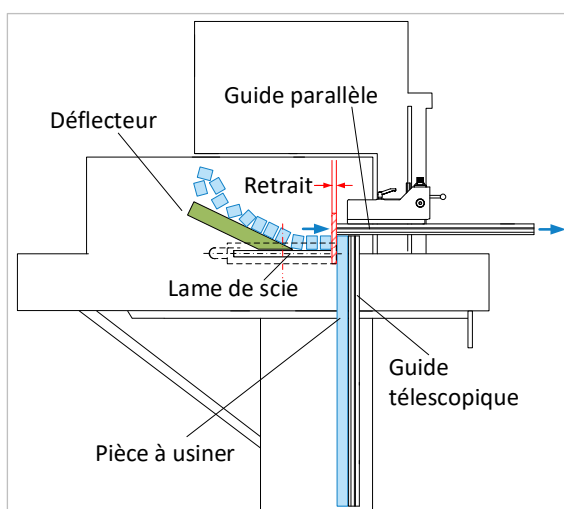

Figure 5 : fixer le déflecteur sur la table
- ➔ Pour cela, déplacer le guide parallèle vers l'arrière en direction du côté de l'utilisateur et le fixer de manière à ce qu'il y ait suffisamment d'espace libre entre le rail de guidage et le bord avant de la lame de scie pour le retrait (voir ➔ Figure 5).
- ➔ Fixez en outre un déflecteur (voir ➔ Figure 5) sur la table de la machine, afin que les petites pièces déjà sciées ne puissent pas être saisies par les dents montantes et projetées vers le haut.